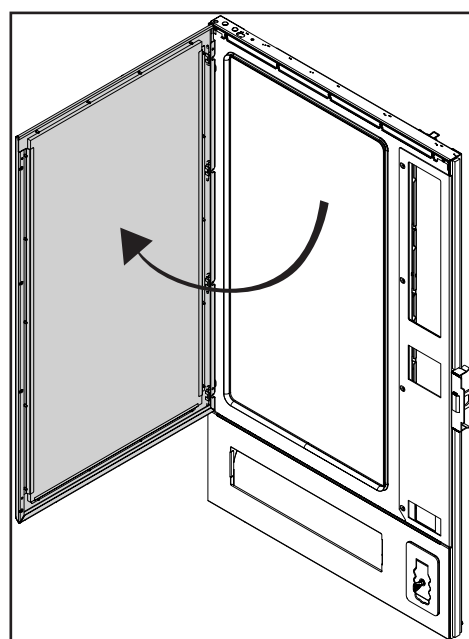

Fig. 9
4. Ouvrir la protection antichoc (fig. 9)